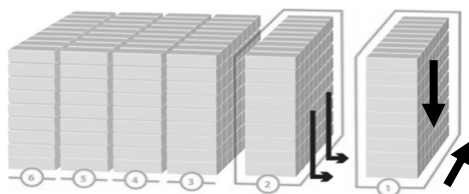

Fig. 2 - Representação da utilização do pavimento
2. Colocar os pavimentos sobre a camada nivelada, com folga entre peças de ± 1 mm, preferencialmente, retirando da palete como exemplificado na Fig. 2 e utilizando o pavimento de 3 a 4 paletes em simultâneo. Quando se tratar de pavimento em cor mesclada, isso é fundamental para que o seu efeito seja mais eficaz e a distribuição de cores mais homogênea;
3. Fazer o assentamento por aplicação completa de colunas de pavimento, conforme ilustra a Fig. 2. Em áreas muito grandes, para evitar o desalinhamento dos pavimentos, deve ter-se o cuidado de fazer a aplicação por troços delineados por fio, de sensivelmente 4 x 4 mts. e nunca de forma contínua, tendo em atenção as necessárias folgas entre cada peça.